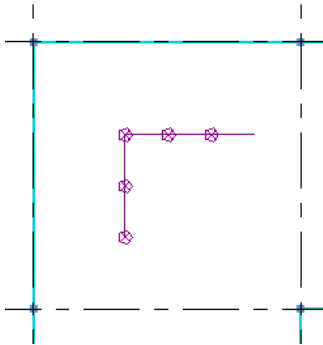

图 14-14 “属性”选项板 (1) 图 14-15 “属性”选项板 (2)
(3) 单击“荷载”面板中的“点荷载”按钮 ，在“属性”选项板中选择“荷载工况”，并定义荷载值，如图 14-14 所示。
(4) 在模型中合适的位置处放置点荷载，如在结构柱中心处。